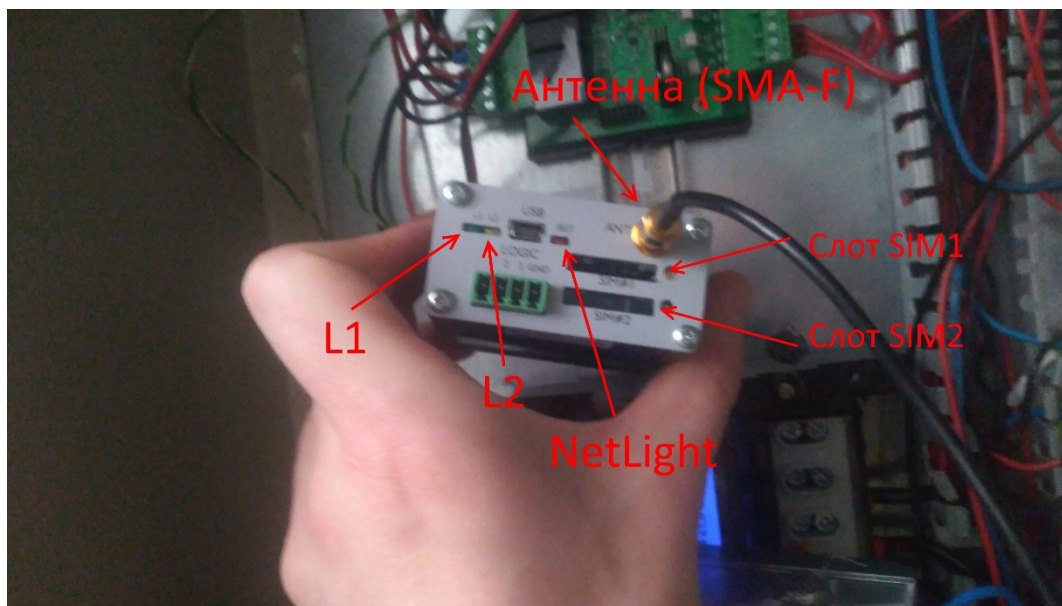

Рисунок 25
4. Проверить установку SIM-карты в слот №1 (рисунок 25).
8. Проверить индикацию модема. Появлении индикации на левом световом индикаторе (L1) после подключения фишки питания сигнализирует о включении модема (рисунок 25). После подключения модема к серверу индикатор L1 загорается.